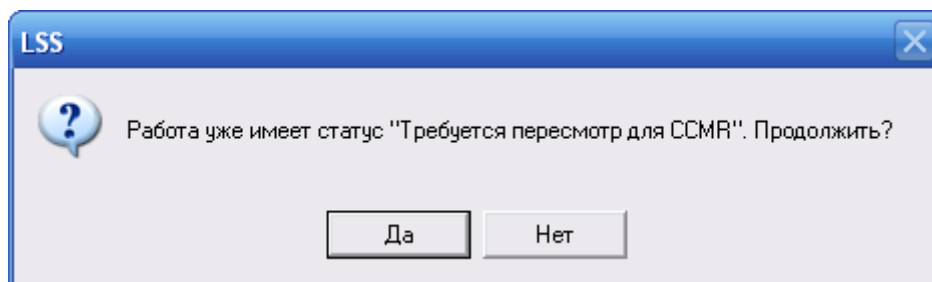

Рис. 3-122
- Подтвердите изменение статуса (рис. 3-122).